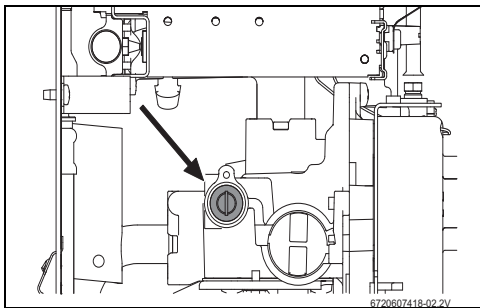

Fig. 14 Parafuso de ajuste de caudal máximo de gás
- ▶ Retirar o selo do parafuso (Fig. 14).